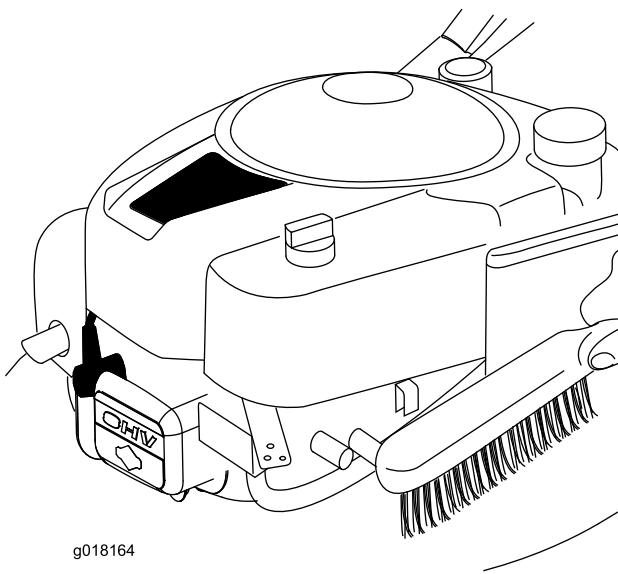

Bild 27
- Entfernen Sie Gras und Rückstände mit einer Bürste oder Druckluft um Motor, inkl. vom Auspuff, von der Auspuffschutzvorrichtung, von den Luftwegen in der oberen Haube und vom Mähwerk (Bild 27).